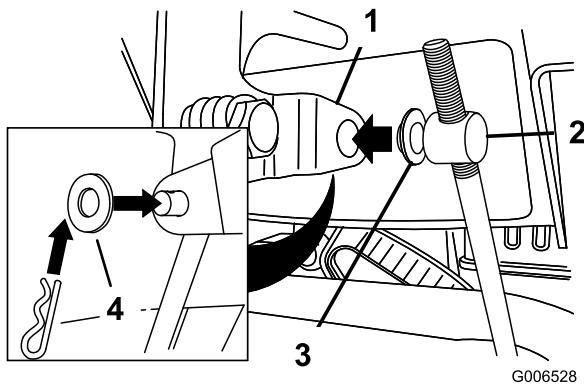

Рисунок 11
- Выньте шплинт и снимите внешнюю шайбу с цапфы на верхнем конце штока управления скоростью (Рисунок 11).
Примечание: Для облегчения монтажа оставьте плоскую шайбу на цапфе (Рисунок 11).
- Поднимите шток управления скоростью и вставьте цапфу в отверстие рычага переключения скоростей (Рисунок 11).
- Б. Отсоедините цапфу от рычага переключения скоростей (Рисунок 11).
- С. Поверните цапфу на штоке управления скоростями вниз (по часовой стрелке) (Рисунок 11).
- Д. Присоедините цапфу к рычагу переключения скоростей (Рисунок 11).
- С. Поверните цапфу на штоке управления скоростями вверх (против часовой стрелки) (Рисунок 11).